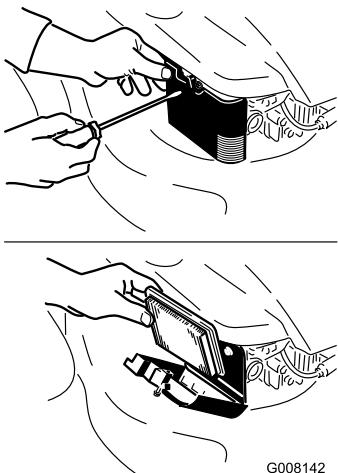

Figura 22
2. Aprite il coperchio del filtro dell'aria ed estraete il filtro da sostituire (Figura 22).